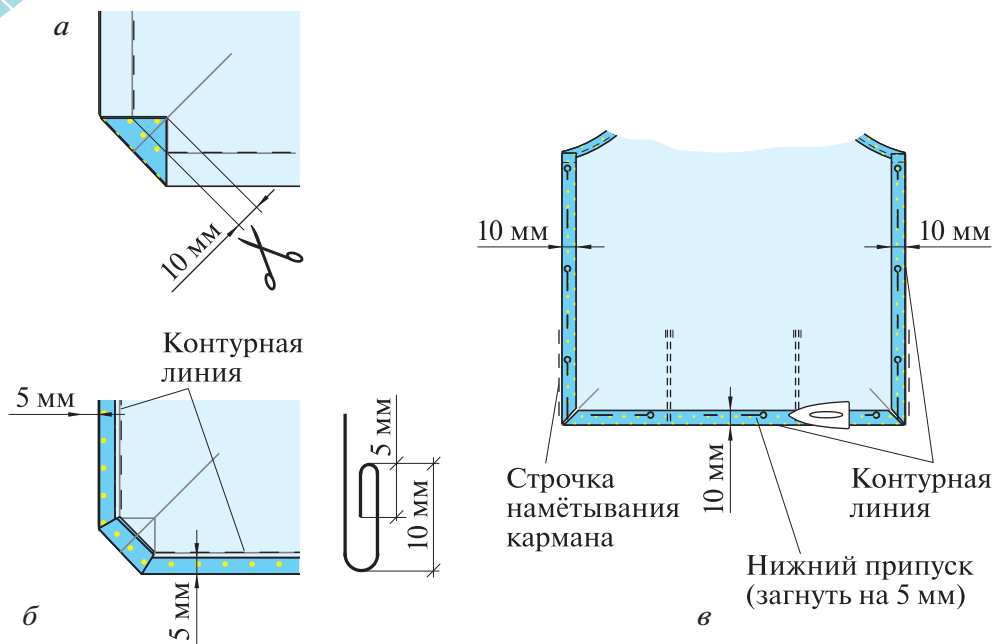

Рис. 6.42. Обработка нижнего и боковых срезов нижней части фартука
1. Заутюжьте углы фартука на изнаночную сторону (рис. 6.42, а). Конец каждого угла подрежьте на 10 мм для
2. На нижней части фартука загните нижний припуск и боковые припуски на изнаночную сторону на 5 мм, *затюжьте* (рис. 6.42, б). Загните нижний и боковые припуски второй раз на 10 мм (т. е. точно по контурной линии), *затюжьте*, а затем заколите булавками. В углах припуски должны быть уложены как на рисунке 6.42, в. Углы в нижней части фартука уложите так, чтобы припуски (нижний и боковой) не находили друг на друга. Удалите строчку наметывания кармана.